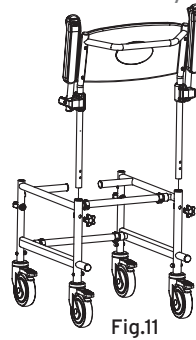

Fig.11
- Colocar el respaldo en el interior de los orificios del bastidor de la carrocería y fijarlo mediante los dos pomos de fijación (Fig.11);